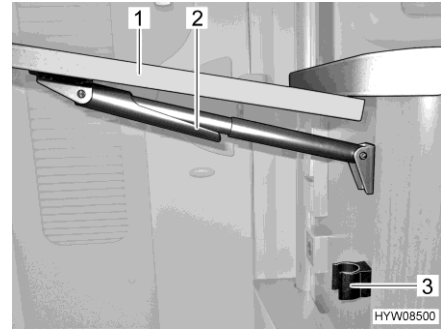

Bild 66 Fälla in klappbord till köksbänk
- Ta tag i klappbordet till köksbänk (Bild 66,1) yttre del och lyft det lätt uppåt. Med den andra handen svänger du fixeringen (Bild 66,2) vid teleskopfästet nedåt.
- Fäll bordsskivan nedåt tills teleskopfästet hakar fast i fästet (Bild 66,3).